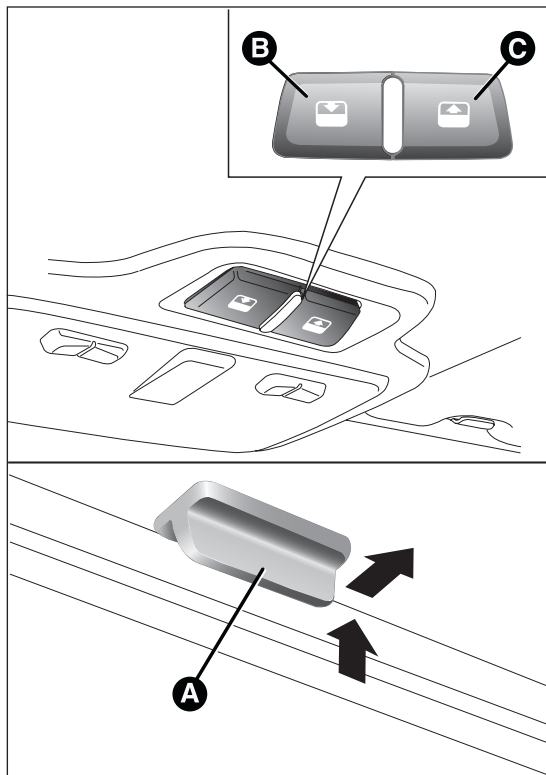

fig. 44
El techo practicable con amplio acristalamiento dispone de dos paneles de cristal, uno trasero fijo y otro delantero móvil, provistos de dos cortinas parasol (delantera y trasera) de movimiento manual. Con el techo cerrado las cortinas pueden colocarse en cualquier posición. Para abrir las cortinas, sujetar la manilla A fig. 44 siguiendo el sentido indicado por la flecha hasta la posición deseada. Para cerrarlas realizar el procedimiento inverso.
El techo practicable sólo funciona con la llave de contacto en posición MAR. Los mandos B y C fig. 44 situados en la moldura del plafón delantero, controlan las funciones de apertura y cierre del techo practicable.
Después de la apertura en posición “spoiler”, pulsando el botón C fig. 44 durante más de medio segundo, el techo se pondrá automáticamente en posición de apertura completa. Es posible parar el movimiento automático del techo en cualquier posición deseada al pulsar de nuevo un botón (B o C).
Desde la posición de apertura completa, pulsar el botón B fig. 44. Pulsando el botón durante más de medio segundo, el techo se pondrá automáticamente en posición "spoiler".
Desde la posición "spoiler", pulsando de nuevo el botón B fig. 44 se alcanza la posición de cierre completo.
- ☐ pulsar el botón B fig. 44 en posición de cierre;